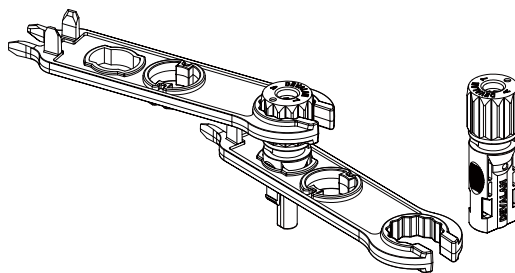

Figura 5.5 Conector com Porca Aparafusada
- Insira o pino de contato na parte superior do conector e aperte porca da capa na parte superior do conector. (como mostrado na figura 5.5).